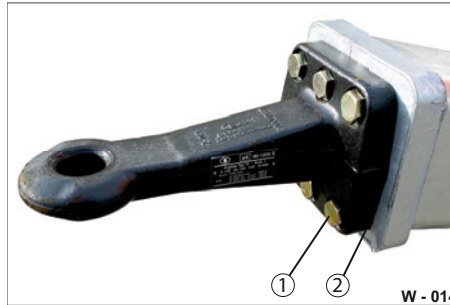

Abb. 17 Zugösen-Anbindung
- ▶ Ziehen Sie die Schraubbolzen (Abb. 17/1) kreuzweise nach.